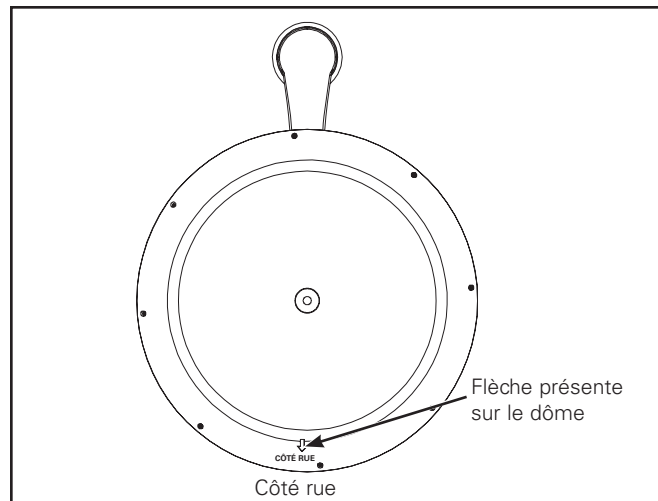

Figure 8.
11. Pour les luminaires à optiques asymétriques, tournez le luminaire conformément à la flèche présente sur le dôme orienté côté rue. (Figure 8.)